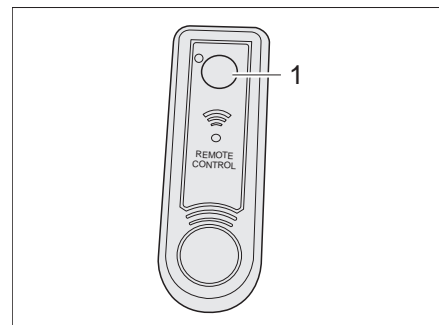

Bild 110 Fjärrstyrning lampa i skjutbart tak
- Tryck på knappen (Bild 110,1) för att tända eller släcka lampan.